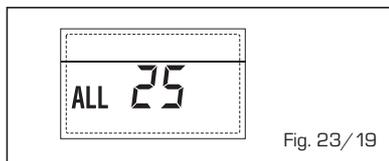

Fig. 23/19
- **AUXILIARY SENSOR ANOMALY (S3) "ALL 26" (fig. 23/20)**